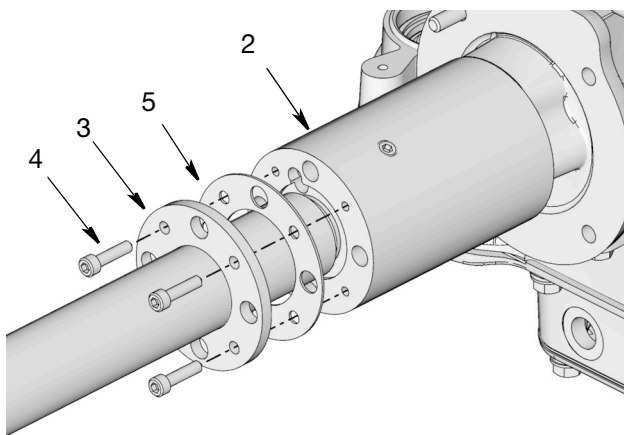

図 21
7. チューブインチューブモデルのみ: チューブ (3) をポンプアダプタ (2) に固定しているボルト (4) を取り外します。ネジ (25) とワッシャー (5) を取り外し、再組立て用に取りのけておきます (図 21)。